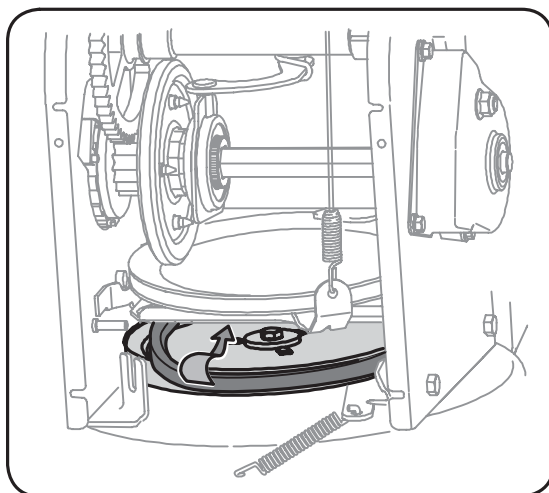

Figure 6-8
3. Embrayez la commande et assurez-vous que la roue de frottement est en contact avec la poulie motrice. Voir la Figure 6-8.
5. Dégagez la courroie de la poulie de la tarière et faites glisser la courroie en le support et la poulie de la tarière. Remontez la courroie de la tarière en procédant dans l'ordre inverse. Voir la Figure 6-8.